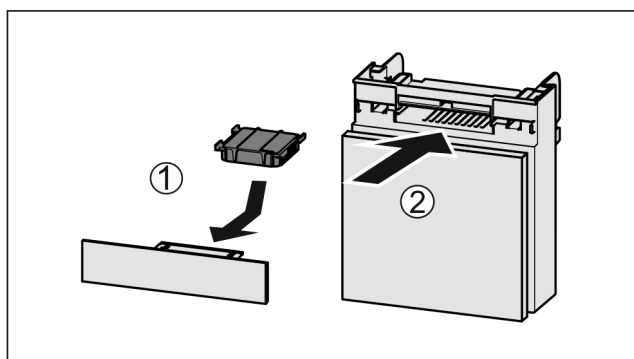

Fig. 149
- ▶ Introduceți Fig. 149 (1) filtrul de cărbune activ după cum se vede în figură.
- ▶ Împingeți Fig. 149 (2) compartimentul în interior.